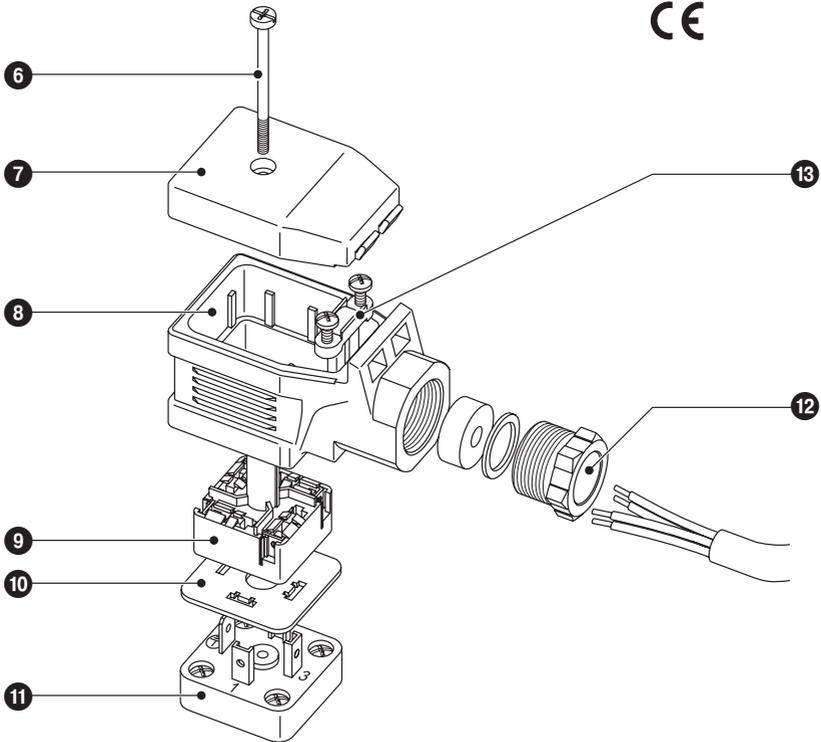

Fig. 6
1. Desserrer la vis ⑥. **Fig. 6**
2. Retirer la tête de raccordement de l'électrode, laisser la rondelle caoutchouc ⑩ sur la plaque de contact ⑪.
3. Enlever le couvercle ⑦.
4. Faire sortir la plaque de raccordement ⑨ de la partie supérieure du connecteur ⑧ en appuyant.